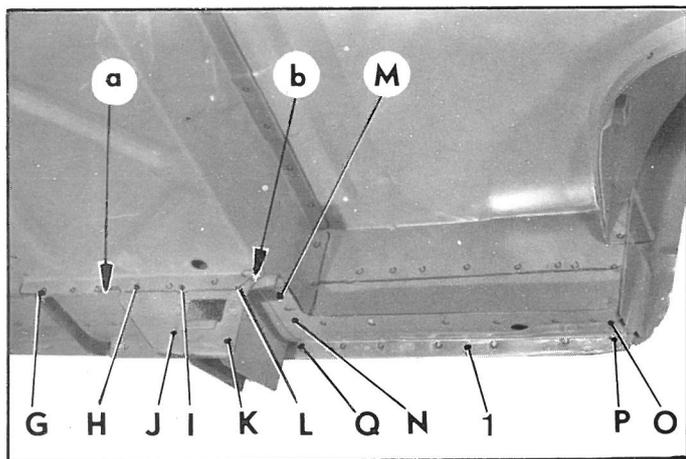

Fig. 2
- en GH (fig. 2)
- en HI (fig. 2) (côté tôle de fermeture)